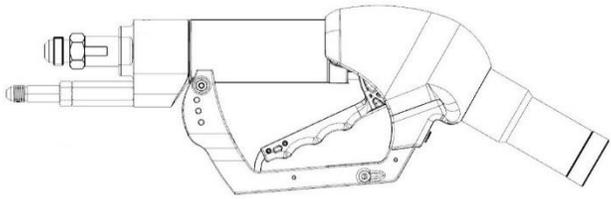

Figura 2 – Posición OFF del gatillo
1. Retire el boquerel de la posición de reposo y verifique que el gatillo está en la posición OFF sin retener (Figura 2).